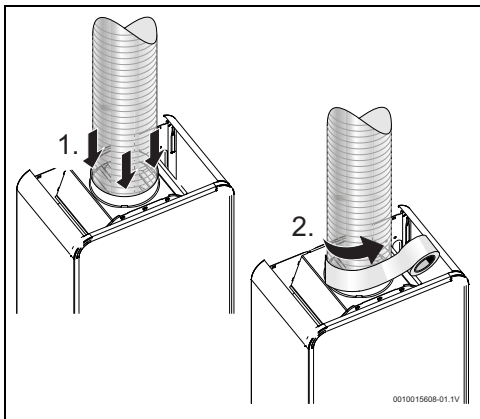

Fig. 12
- essere inserito all'interno del collare del camino (→ dimensioni dell'anello nella tab. 4), senza gioco e ben calzato sui raccordi. In presenza di gioco, il collegamento deve essere sigillato con il materiale adatto (fig. 12),